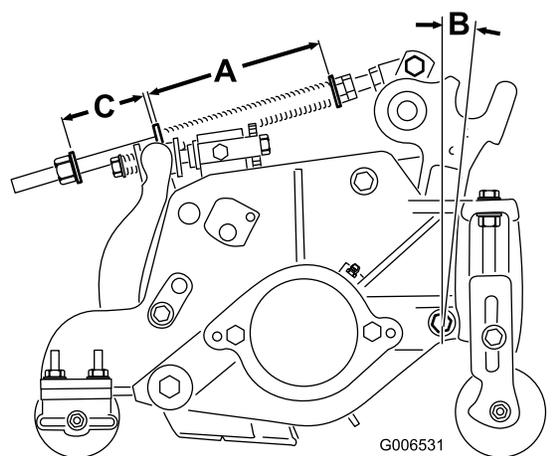

Figura 20
El muelle de compensación del césped (Figura 20) transfiere peso del rodillo delantero al trasero. Esto ayuda a reducir el patrón de ondulación en el césped.
1. Apriete la contratuerca del extremo trasero de la varilla del muelle hasta que el hueco (C) entre la parte trasera del soporte del muelle y la parte delantera de la arandela sea de 51 mm (Figura 20).
- Apriete las tuercas hexagonales del extremo delantero de la varilla del muelle hasta que la longitud comprimida (A) del muelle sea de 159 mm (Figura 20).
Nota: Para segar césped ondulado, aumente la longitud del muelle comprimido (A) y la anchura del hueco (C) en 13 mm (Figura 20).